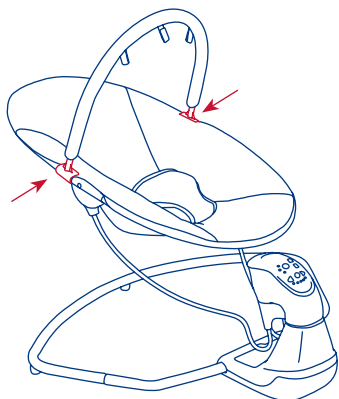

Fig. 10
- 10) • Fasten the toy bar to the seat using the clips on the ends of the toy bar. (Fig. 10)
- Sujete la barra de juguetes al asiento engancho las orillas de la barra. (Fig. 10)